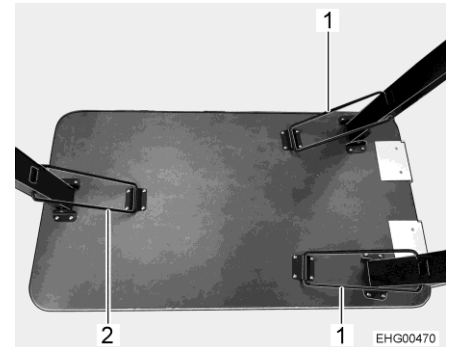

Bild 13 Tisch (Tischbeine ausgeklappt)
- Tischbein mit Bügel (Bild 13,2) arretieren.
- Alle 3 Tischbeine jeweils mit Bügel (Bild 13,1 und Bild 13,2) arretieren.